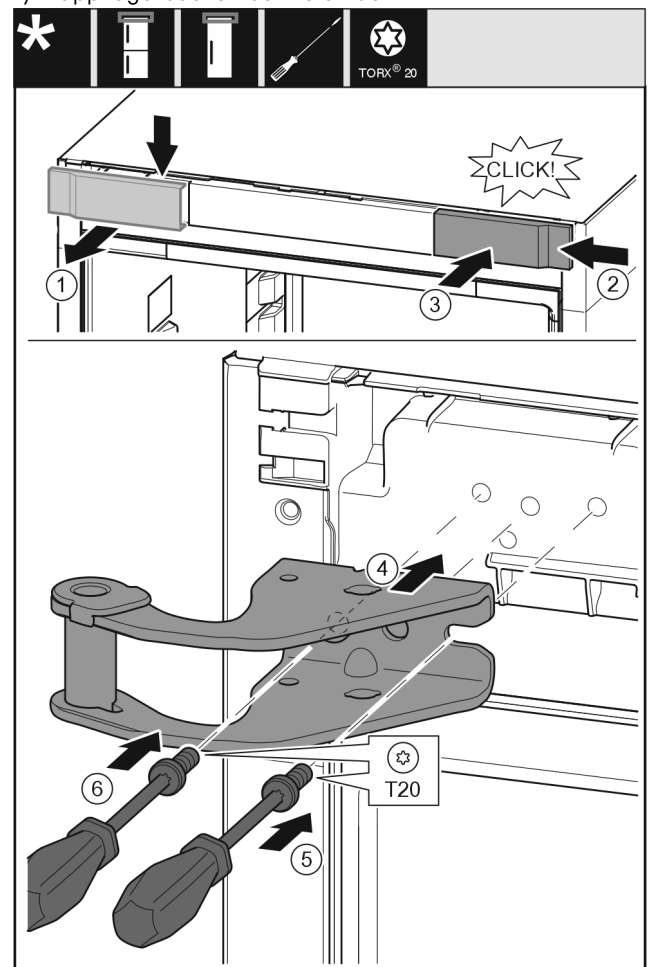

Fig. 12
- ▶ Ta av skyddet genom att dra det uppåt och framåt. *Fig. 12 (1)*
- ▶ Vrid skyddet 180° och haka i det på andra sidan från höger. *Fig. 12 (2)*
- ▶ Tryck fast skyddet. *Fig. 12 (3)*
- ▶ Sätt på den övre lagerbocken. *Fig. 12 (4)*
- ▶ Sätt i och dra åt skruven med skruvmejsel T20. *Fig. 12 (5)*
- ▶ Sätt i och dra åt skruven med skruvmejsel T20. *Fig. 12 (6)*